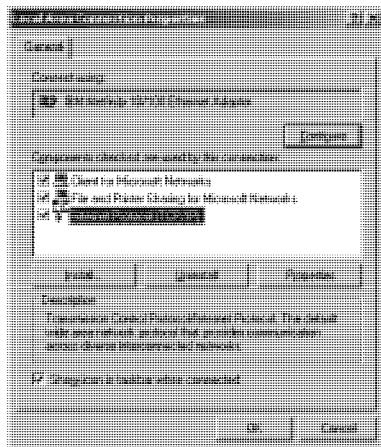

Рис. 16. Окно свойств соединения по локальной сети
5. Выбрать **Internet Protocol (TCP/IP)**, нажать кнопку **Properties (Свойства)** (см. рис. 16).